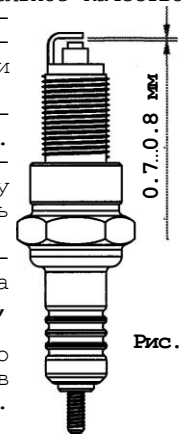

Рис. 11.
9.3.4. Рекомендуется проверить величину межэлектродного зазора, которая должна быть около 0.7...0.8 мм (рис. 11). При существенном отличии измеренной величины зазора указанным требованиям заменить свечу. Регулировку зазора подгибанием бокового электрода производить только в случае крайней необходимости.